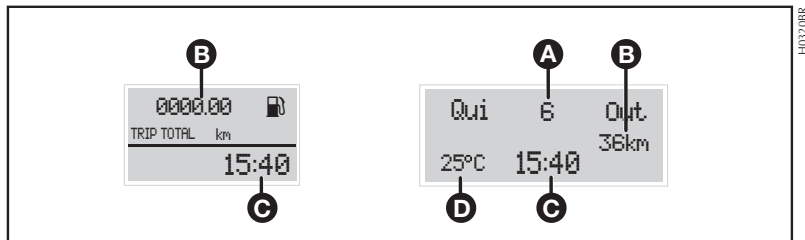

fig. 38
- Hodômetro total/parcial (**B-fig. 38**).
- Relógio (**C-fig. 38**).
- Temperatura externa (**D-fig. 38**).
- Data (**A-fig. 38**).